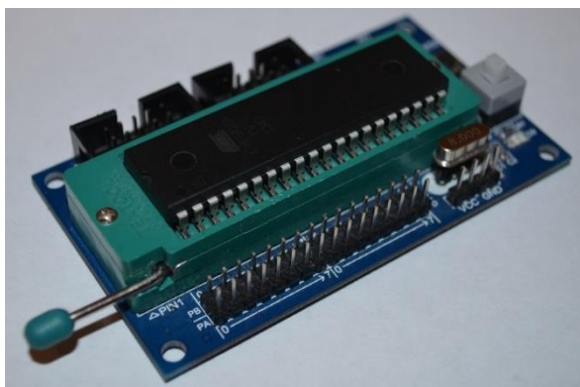

Рис.1. Плата с МК Atmega 16
- Плата с микроконтроллером Atmega 16 (Рис.1);